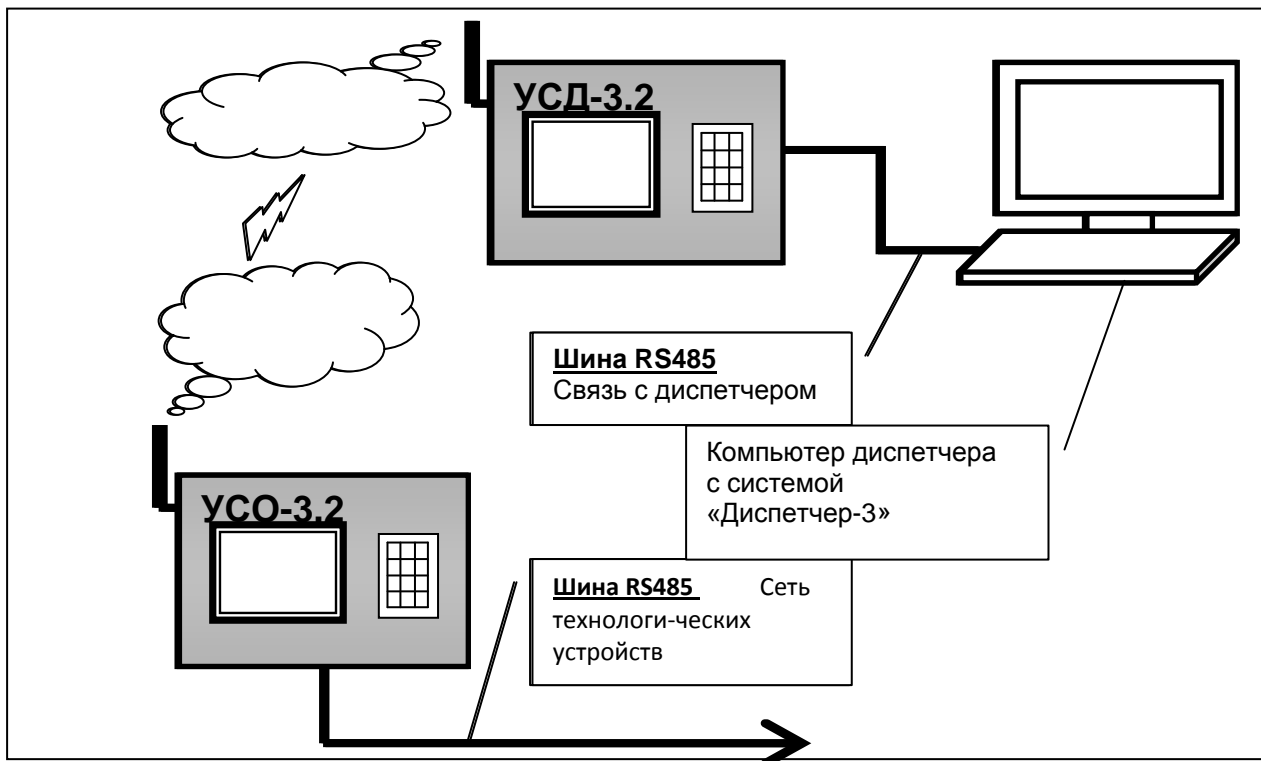

Рис. 1. Схема использования УСД-3.2 в глобальной системе наблюдения за объектами с использованием GSM связи
3.2. Устройство «УСД-3.2» выполняет автоматический прием, накопление, отображение и звуковое оповещение **сообщений об авариях**, от удаленных устройств «УСО-3.2» через канал связи GSM. На **Рис. 1** показано, как использовать устройство «УСД-3.2».